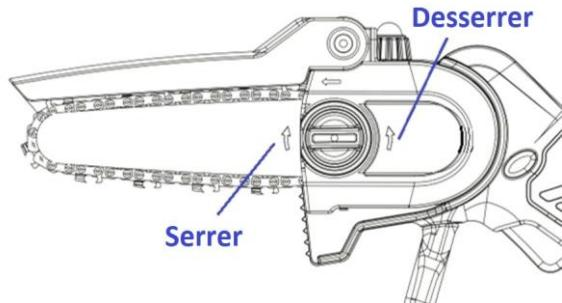

Fig. 5
4.7- Réglage de la tension de la chaîne de scie (Fig. 5)
- **AVERTISSEMENT !** Retirez la batterie (7) de la tronçonneuse avant l'entretien.